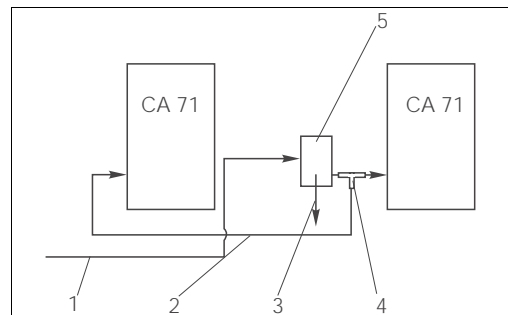

Fig. 11: Esempio di installazione
- Gli analizzatori devono essere collocati alla distanza minima possibile: linea di campionamento fra l'elemento a T e il secondo analizzatore (fig. 11, pos. 2) inferiore a 1,5 m